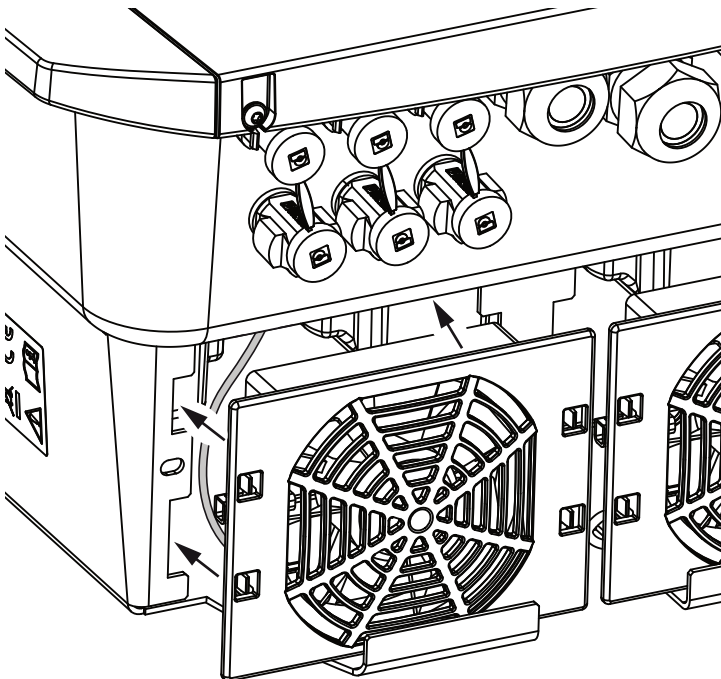

Abb. 74: Lüftereinbau
- dass der Lüfter richtig in den Lüfterrahmen eingebaut wurde (Luftstromrichtung).  **Abb. 74**